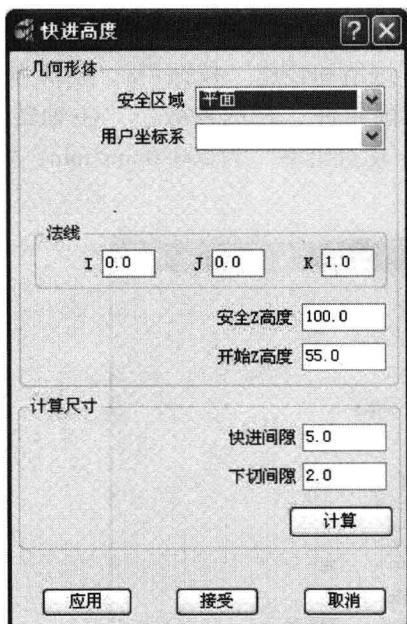

图 1-7 “快进高度”对话框
(2) “快进高度”参数设置 单击主工具栏“快进高度”按钮, 系统弹出“快进高度”对话框, 按图 1-7 所示设置参数, 单击“接受”按钮完成参数设置。